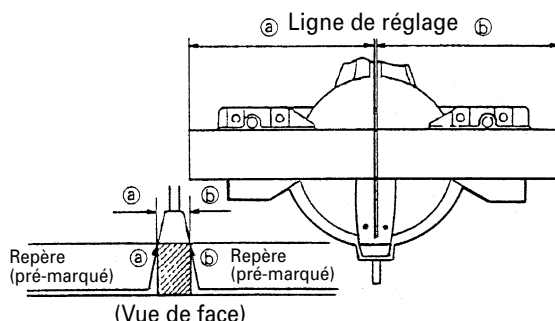

Fig. 22
- (1) Comme indiqué à la Fig. 22, la largeur de la lame est la largeur de coupe. En conséquence, glisser la pièce vers la droite (vue de la position de l'opérateur) pour obtenir la longueur (B), et sur la gauche pour obtenir la longueur (A).